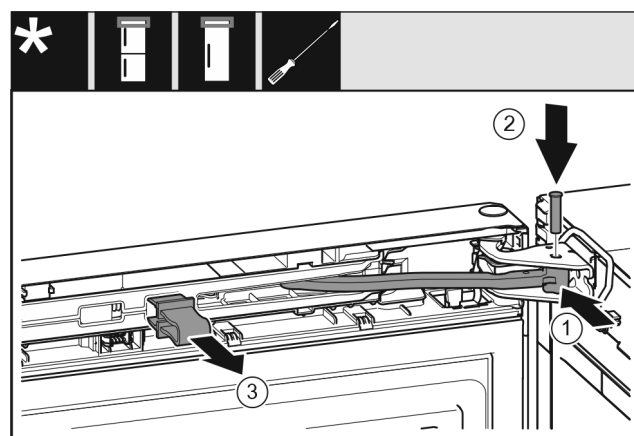

Fig. 56
- Tourner la jointure Fig. 56 (1) dans le support de palier.
- Insérer l'axe Fig. 56 (2) dans le support de palier et la jointure. Veiller à ce que l'ergot soit bien en place dans la rainure.
- Retirer la fixation Fig. 56 (3).